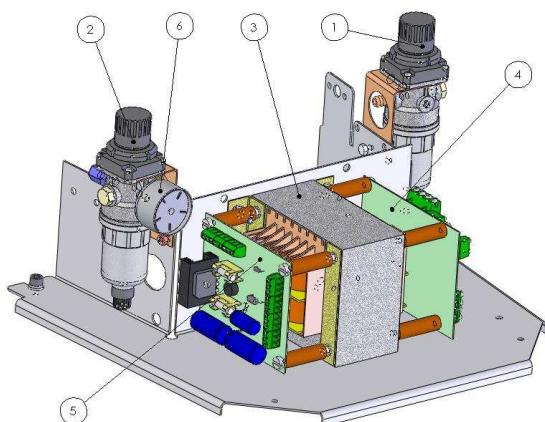

Рис. 2
Под кожухом (2) помещен энергоблок - рис. 2 , который содержит: